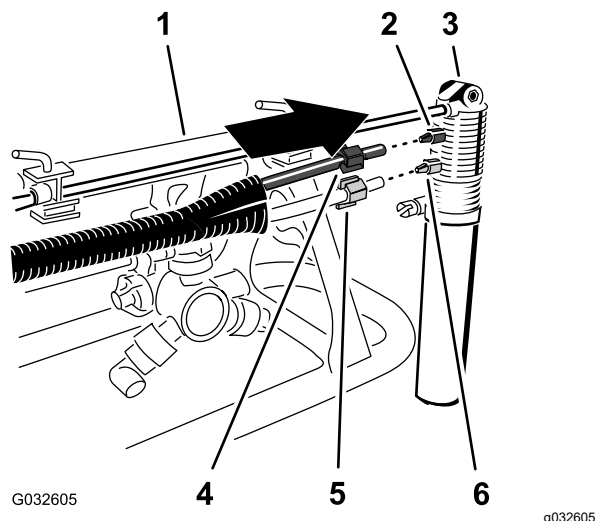

Рисунок 28
2. Совместите конец прозрачной трубки с белой зажимной гайкой на белом фитинге насадки пенного маркера и затяните зажимную гайку от руки (Рисунок 28).
3. Совместите конец синей трубки с синей зажимной гайкой на синем фитинге насадки пенного маркера и затяните зажимную гайку от руки (Рисунок 28).
1. Наденьте синюю зажимную гайку на конец синей трубки и белую зажимную гайку на конец прозрачной трубки (Рисунок 28).